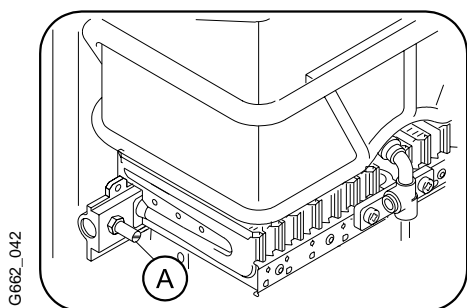

Fig. 6
- Regolare il massimo del gas con un metodo adeguato, vedere dati tecnici (punto 1.7). In linea di massima si può utilizzare il metodo della pressione al bruciatore, come indicato in fig. 6, 7 ed 8, oppure quello della
- Allentare la vite della presa di pressione (A) del bruciatore (fig. 6) e collegare il tubo flessibile del manometro.